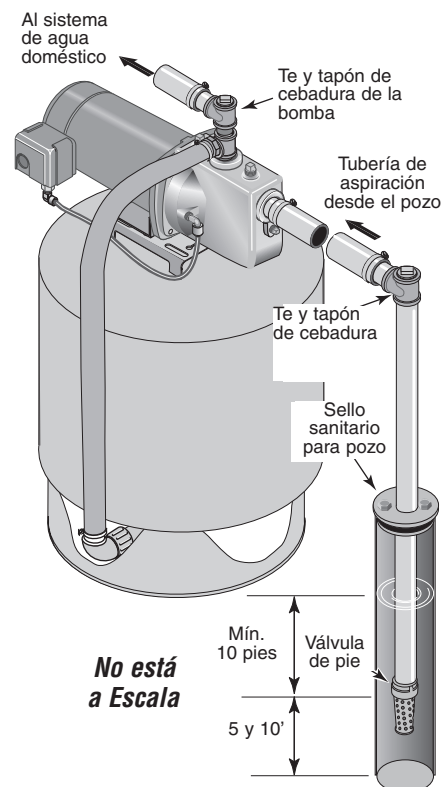

Figura 2: Instalación en pozo entubado
## INSTALACION DE POZO ENTUBADO, CON UN REVISTIMIENTO DE 2 PULGADAS O MAYOR (Figura 2)
- Paso 2. Instale la válvula de pie, la cesta de aspiración y la tubería del pozo (consulte la Figura 2). Verifique que la válvula de pie funcione libremente.
Paso 4. Instale un tubo en "T" de cebar, un tapón de cebar y la tubería de aspiración a la bomba. Conecte la tubería del pozo a la abertura de aspiración de la bomba, utilizando la menor cantidad de conexiones posible - especialmente codos - ya que las conexiones aumentan la fricción en la tubería (sin embargo, incluya una válvula de pie - consulte la Figura 2). La tubería de aspiración debe ser por lo menos del mismo tamaño que la abertura de aspiración en la bomba. Utilice cinta de teflón o un compuesto para tuberías a base de teflón en las juntas de tuberías roscadas. Apoye la tubería para que no haya inclinaciones verticales o hundimientos en ella a fin de que no ejerza presión sobre el cuerpo de la bomba y no se incline ligeramente hacia arriba desde el pozo hacia la bomba (los puntos altos pueden ocasionar que se formen bolsas de aire que pueden bloquear la bomba). Utilice cinta de teflón o un compuesto para tuberías a base de teflón para sellar las juntas de la tubería de aspiración. Las juntas deben ser herméticas y estancas. *Si la tubería de aspiración aspira aire, la bomba no podrá sacar agua del pozo.*